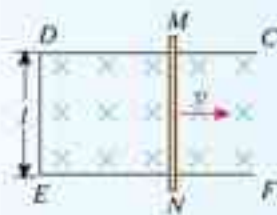

图4.2-15 金属棒 MN 在金属架上向右匀速运动
7. 如图4.2-15所示，固定于水平面上的金属架 $CDEF$ 处在竖直向下的匀强磁场中，金属棒 MN 沿框架以速度 v 向右做匀速运动， $t=0$ 时，磁感应强度为 B_0 ，此时 MN 到达的位置恰好使 $MDEN$ 构成一个边长为 l 的正方形。为使 MN 棒中不产生感应电流，从 $t=0$ 开始，磁感应强度 B 应怎样随时间 t 变化？请推导这种情况下 B 与 t 的关系式。